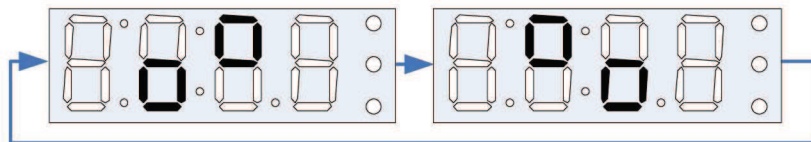

Рис. 16 – Индикация режима «Индикация СОД».
2.3.11 После регистрации прохождения очистного устройства сигнализатор переходит в режим «Индикация СОД». На индикаторе периодически мигает красный светодиод, формируется кратковременный звуковой сигнал, а на индикаторе попеременно отображаются символы, показанные на Рис. 16.